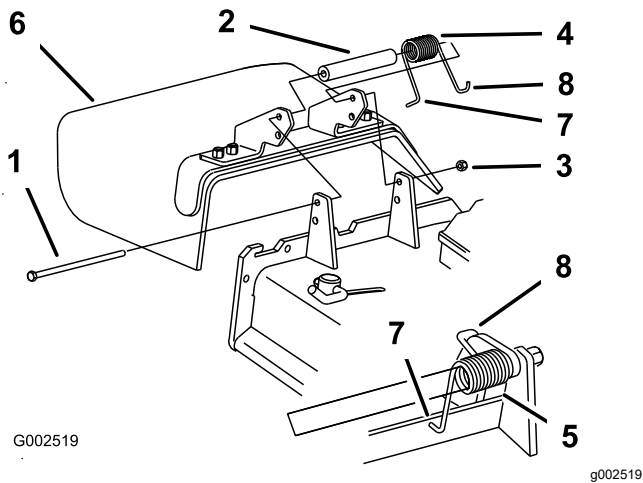

Figure 17
1. Enlevez la goulotte d'éjection latérale du plateau de coupe (Figure 17).